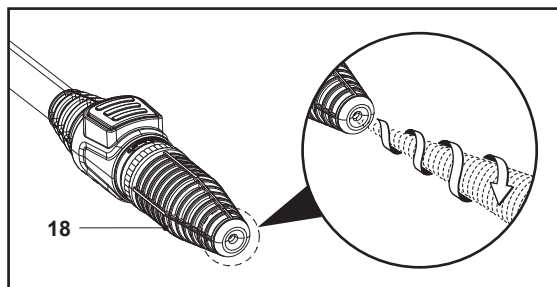

Fig. 12
O bocal turbo (18) roda à medida que pulveriza jatos de água de alta pressão para uma lavagem eficiente (Fig. 12).